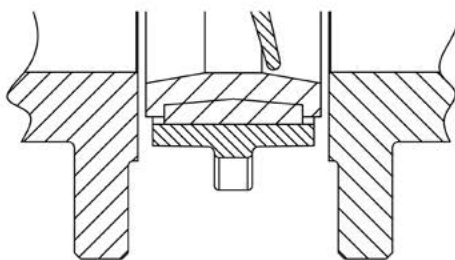

fig. 2
- Le flange di linea devono trovarsi ad una distanza che permetta l'inserimento libero della valvola (fig.2).